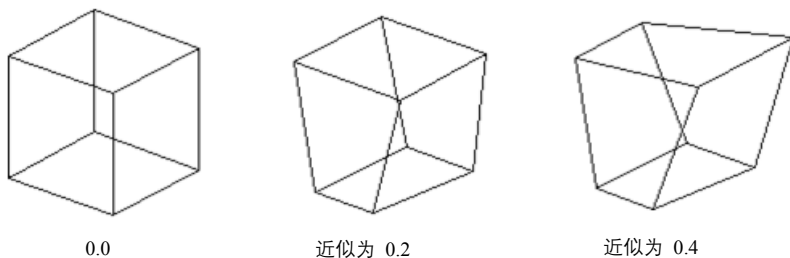

图 5.4.17 Warping Factor 三维块单元变化
- 相对三维块单元的 Warping Factor 来说，分别对 6 个面的 Warping Factor 进行比较，选取其中的最大值作为翘曲因子，如图 5.4.17 所示。